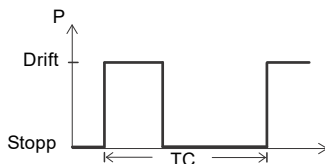

Fig. 4 S3-drift
S3-drift er en rekke 10-minutters driftssykluser (TC). Hver syklus har en 4-minutters periode med konstant last, etterfulgt av en 6-minutters hvileperiode. Termisk likevekt nås ikke i løpet av syklusen. Se fig. 4.